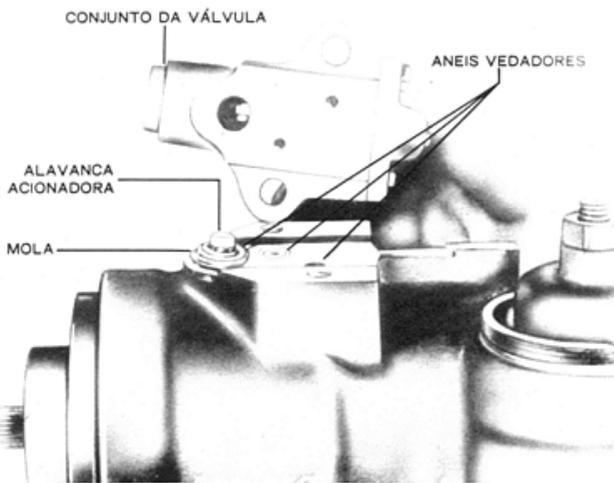

Fig. 8 — Remoção do conjunto do corpo de válvula
- Remover os parafusos de fixação do corpo da válvula, removendo o corpo da válvula e os três anéis vedadores (fig. 8).